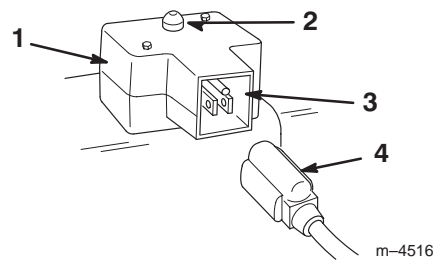

Figure 18
- **Démarreur électrique** (Fig. 18)—Appuyez sur le bouton du démarreur pour mettre le moteur en marche.
- **Cordon d'alimentation** (Fig. 18)—Connectez le cordon au démarreur électrique et branchez-le dans une prise de courant avant de mettre le moteur en marche.
- A. Connectez le cordon d'alimentation à la déneigeuse (Fig. 18) et branchez-le dans une prise de courant standard.